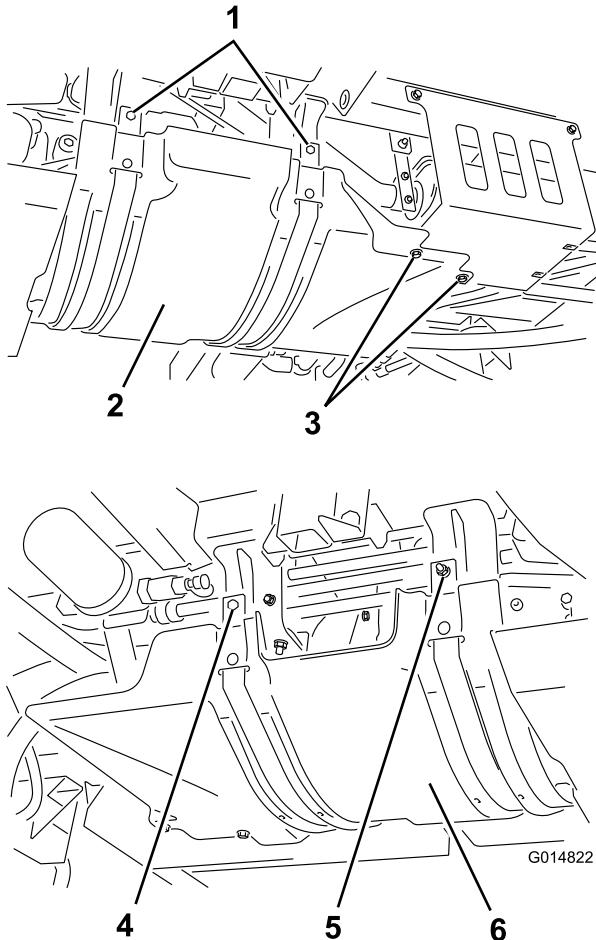

Рисунок 4
2. Прикрепите теплозащитный экран и ремни к монтажной опоре двигателя двумя болтами с шестигранной головкой (на 5/16 x 1-1/4 дюйма), каретным болтом, болтом с шестигранной головкой (на 5/16 x 2-1/2 дюйма) и 4 гаек с фланцем, как показано на Рисунок 4.
Примечание: Эти болты заменяют имеющиеся в машине болты (Рисунок 4).